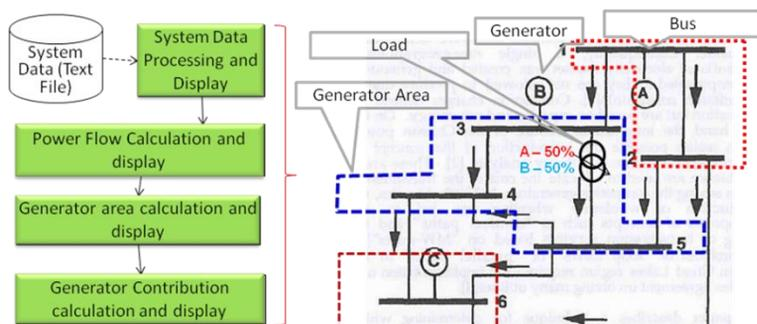

図2 電力の仮想的な「色づけ」
- 系統情報に基づいて、開発したシミュレータにて、「電力の仮想的な色づけ」手法を用いて、対象配電系統に接続しているEVごとの充放電パターンを算出します（図2）注）。